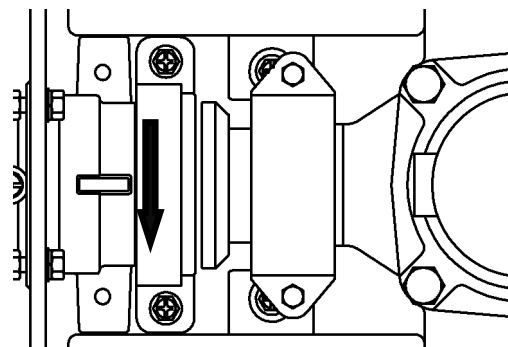

図 9
- ⑥スライダ－ハンドルは「S」方向へ、緩まないようにしっかりと締めます。（図 9）